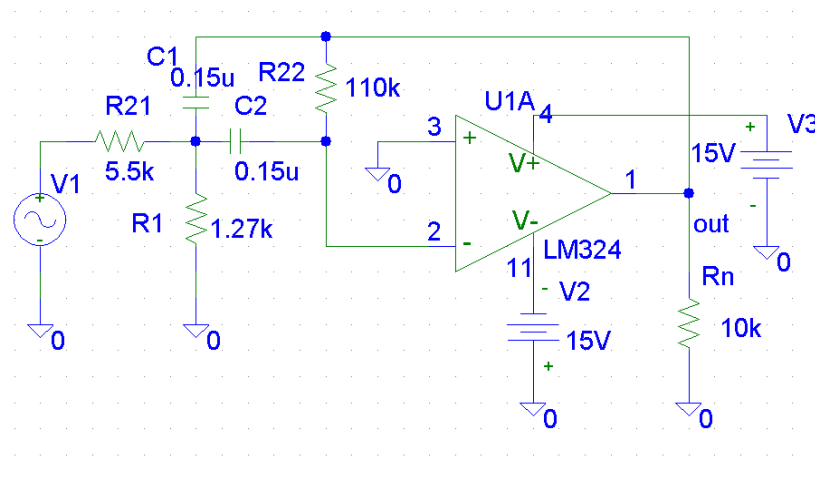

Рис. 3.9. Схема смугового фільтру
3. Визначити параметри й зібрати схему смугового фільтра (СФ) із заданою резонансною частотою  $f_0$  (рис. 3.9)